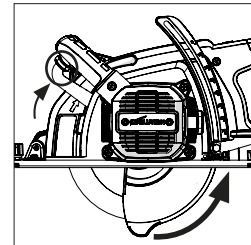

Fig. 18
Nota: La protección inferior de la hoja se ha diseñado para apartarse (girarse) al inicio de un corte elevando la palanca de retracción de la protección de la hoja (6) para empezar esta rotación, puede ayudar para cortar ciertos materiales. (Fig. 18)